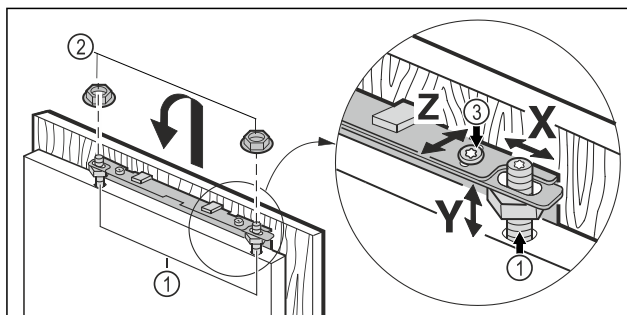

Fig. 46
- Zakvačite vrata namještanja za svornjake za namještanje Fig. 46 (1) i labavo navrnite protumatice Fig. 46 (2) na svornjake za namještanje.
- Poravnajte vrata namještaja u visinu Y i prema bočnom nagibu: Namjestite svornjake za namještanje Fig. 46 (1) s pomoću odvijača.
- Pritegnite protumaticu Fig. 46 (3).